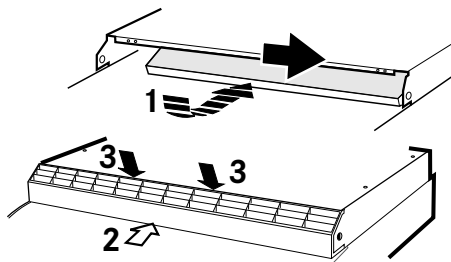

Fig. 12
Kontroller at filterholderen er plassert slik at den dekker utluftingsåpningen på kjøkkenventilatoren (1). Skyv inn fronten slik at den går i lås på begge sider. Trykk deretter lett på oversiden på fronten slik at også den går i lås i riktig posisjon (3), Fig. 12